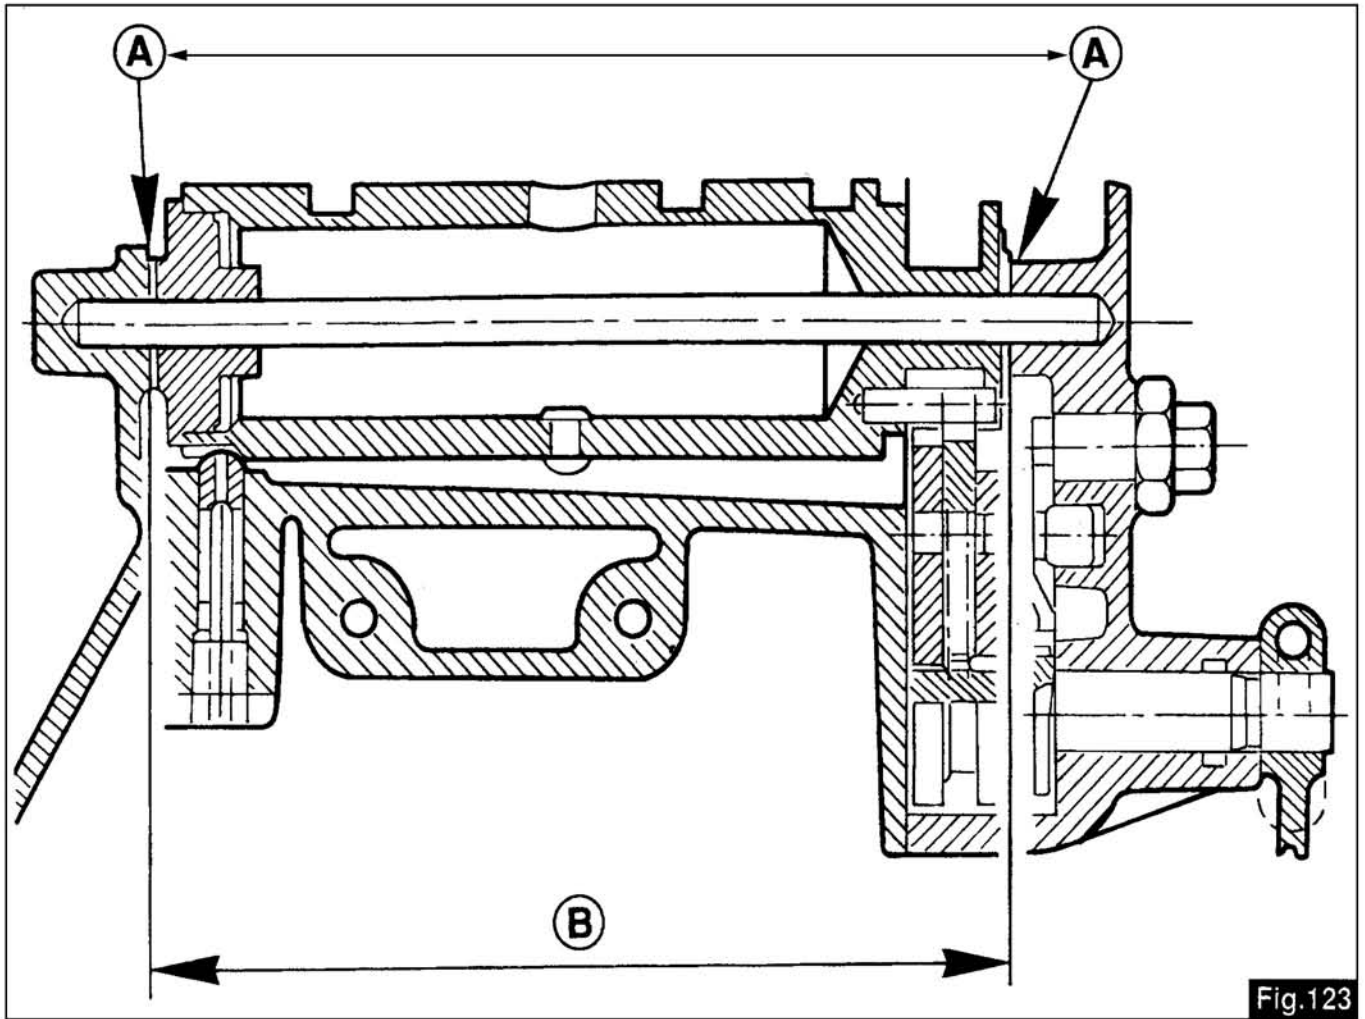

Fig.123
N.B.: L'empilage de l'arbre desmodromique «B», (fig.123) comprenant les rondelles d'appui latérales doit être plus bas de $0,2 + 0,3$ mm par rapport à la cote des butées des logements(ou sièges) latéraux «A». Cela pour permettre une rotation libre de l'arbre desmodromique.
ANM. Die Baugruppe Desmodromwelle «B», (Abb.123) einschließlich der seitlichen Stützen muß sich $0,2 + 0,3$ mm unter der Höhe der Anschläge der seitlichen Gehäusesitze «A» befinden; dies dient zur freien Drehung der Desmodromwelle.